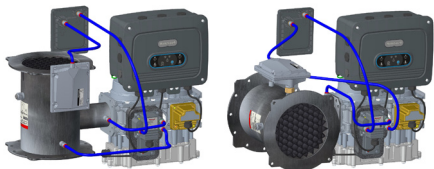
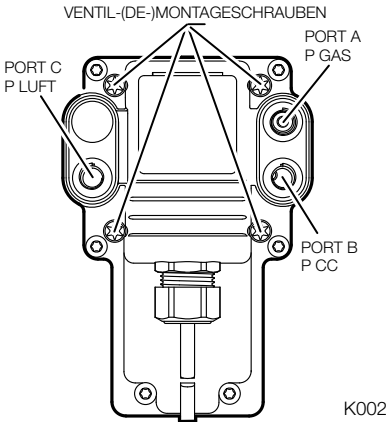

Abb. 2. Vorfiltereinbau.
Abb. 5. Anschlüsse/Montage der FARMOD-Impulsleitung.
2. Entfernen Sie die ursprünglichen vier (4) Torx-Schrauben wie in Abb. 5 gezeigt, und entfernen Sie das Brennstoff-Luft-Verhältnis-Modul vollständig vom Ventilkörper.
4. Befestigen Sie die beiden verbleibenden Impulsleitungen an den FARMOD-Anschlüssen „A“ (Gas) und „B“ (Referenz) gemäß den Anweisungen des Brenner- oder Kesselherstellers. Weitere Informationen finden Sie unter Abb. 5. Befestigen Sie jede Impulsleitung an der entsprechenden Armatur an der Mischeinheit oder am Brenner zum FARMOD.
2. Verwenden Sie die Rohre und Armaturen (als separate Kits erhältlich), um den Vorfilter „Out“ mit dem FARMOD-Anschluss „C“ (Luft) des Ventils zu verbinden. Weitere Informationen finden Sie unter Abb. 2 und Abb. 5.